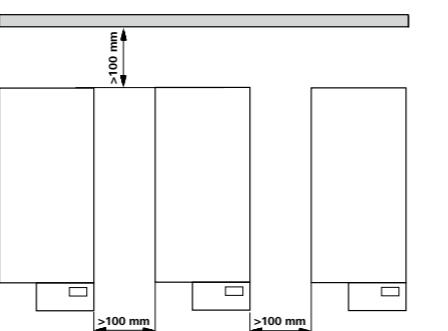

Fig. 2
- Respectați distanțele minime între aparat, între aparat și perete, precum și distanța deasupra montajului (min. 800 mm), a se vedea fig. 2.